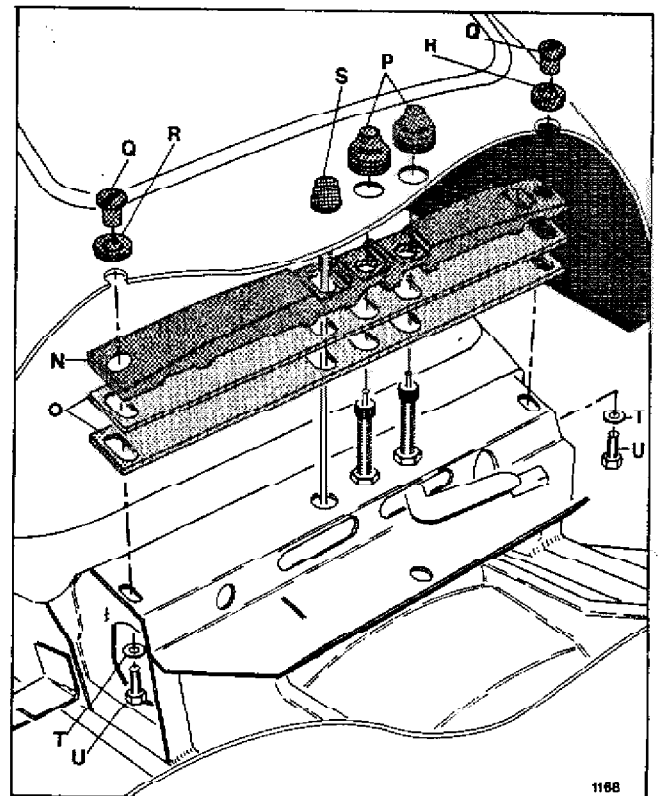

Abb. 1: Vorderseite des Oberteils
3. Das Oberteil öffnen, und die Schrauben U und die Kunststoffmuttern Q ausbauen (sehen Sie Abb. 1).
2. Die Gummitüllen P in die Löcher der Wischerwellen einsetzen (sehen Sie Abb. 1).
4. 2 Einlagen O und die Abstandshülse N in den Angelrahmen einbauen (sehen Sie Abb. 1).